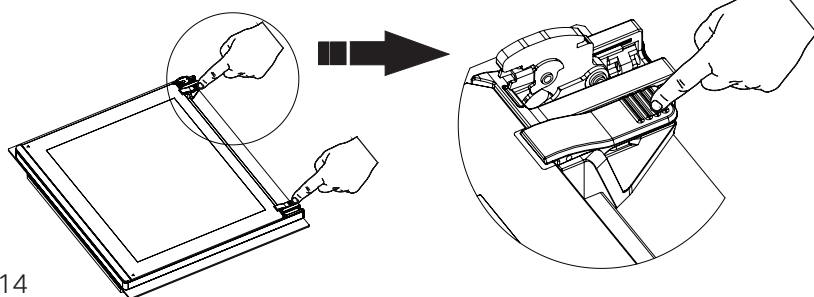
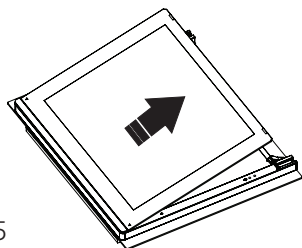
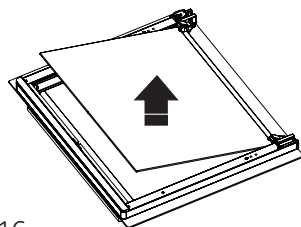

Figura 14
Figura 15
Figura 16
**2.** Premir os cliques de plástico no lado esquerdo e direito conforme mostrado na figura 14. Depois premir os cliques conforme mostrado na figura 15, o vidro ficará solto. Puxar cuidadosamente o vidro que fica solto em direção a si. Cuidadosamente remover o vidro intermédio levantando o mesmo, conforme mostrado na figura 16. O vidro exterior é fixado ao perfil da porta do forno. Pode facilmente limpar o vidro assim que o mesmo ficar solto. Depois da limpeza e da manutenção estarem completadas, pode voltar a colocar os vidros realizando o procedimento de remoção na ordem inversa. Assegurar que o vidro é colocado na direção correta e que está corretamente assente na posição.